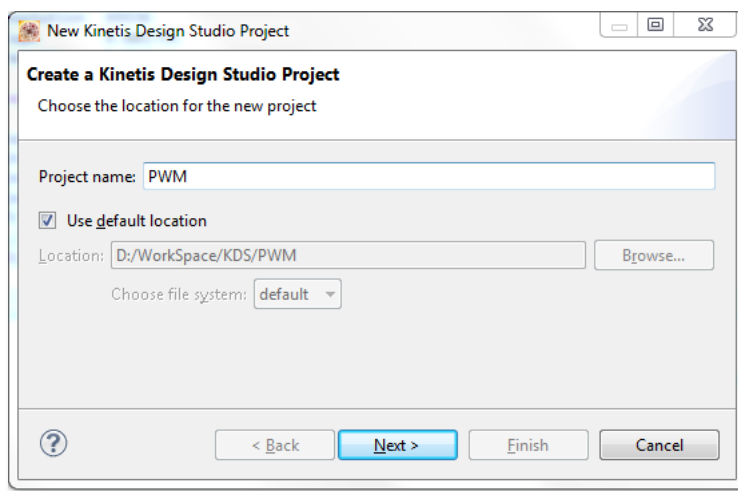

图 59 工程设置向导
2. 出现工程向导界面如图 59，输入工程名并点击“Next”。